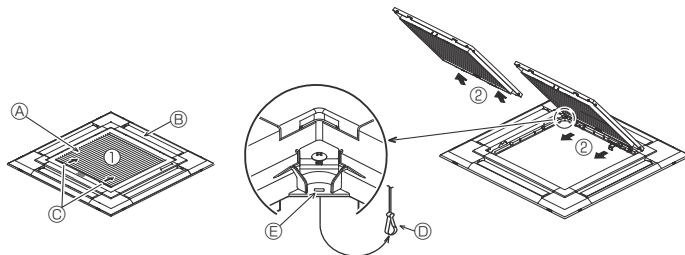
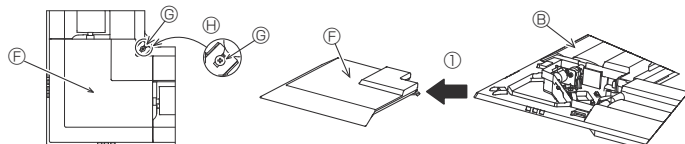

Fig. 9-3
Fig. 9-4
9.2.1. Verwijderen van de grill van de inlaatopening (Fig. 9-3)
- Schuif de hendels in de richting die wordt aangegeven door de pijl ① om de grill van de inlaatopening te openen.
- Verwijder nu het scharnier van de grill van de inlaatopening zoals aangegeven door de pijl ②, terwijl de grill in de geopende positie staat.
9.2.2. Verwijderen van het hoekpaneel (Fig. 9-4)
- Maak de 4 schroeven op de hoek los. Schuif het hoekpaneel in de richting van pijl ① in de afbeelding en verwijder het hoekpaneel.
[Fig. 9-3] [Fig. 9-4]